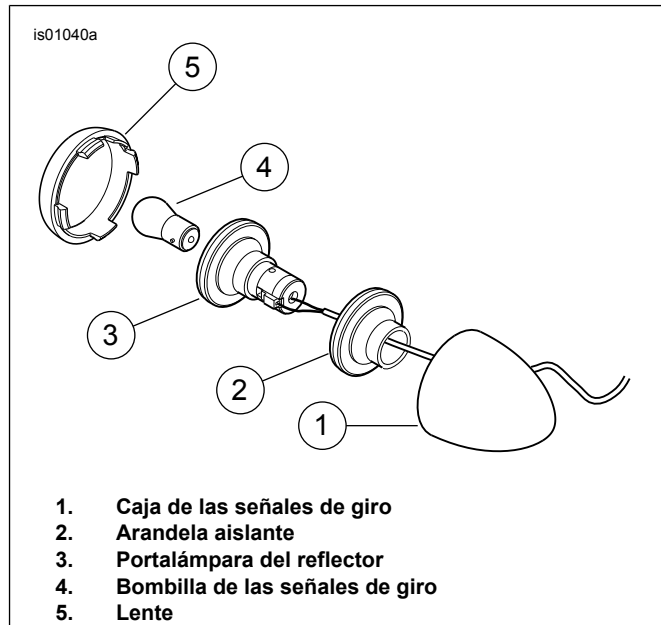

Figura 5. Señal de giro delantera
3. **Modelos Dyna de 2012 y posteriores con los cables de las señales de giro dentro del manillar:** Vea Figura 5. Reemplace el portalámpara del reflector de la señal de giro como sigue:
- a. Quite el lente (5) y la bombilla (4) de la señal de giro.
- b. Haga palanca para separar el portalámpara del reflector (3) y la arandela aislante de (2) la caja de la señal de giro (1).